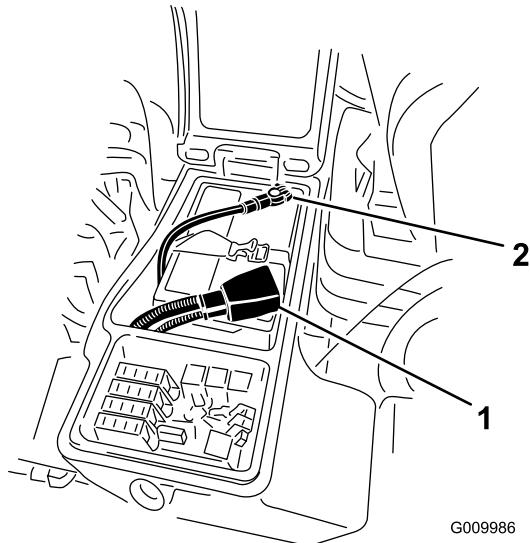

Figura 33
4. Conecte el cable positivo (rojo) al borne positivo (+) y el cable negativo (negro) al borne negativo (-) de la batería (Figura 33). Fije los cables a los bornes con tornillos de caperuza y tuercas. Asegúrese de que el terminal positivo (+) está colocado a tope en el borne, y que el cable está colocado junto a la batería. El cable no debe entrar en contacto con la tapa de la batería. Deslice la cubierta de goma sobre el terminal positivo para evitar posibles cortocircuitos eléctricos.